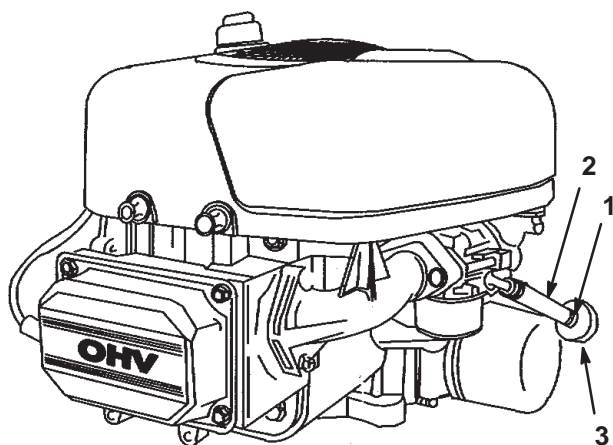

Figure 31
7. Desserrez le collier de serrage au niveau du filtre à carburant et repoussez-le le long de la conduite d'alimentation pour l'éloigner du filtre (Fig. 31).
8. Débranchez la conduite d'alimentation du filtre à carburant (Fig. 31).
11. Rapprochez le collier de serrage du filtre pour fixer la conduite d'alimentation (Fig. 31).
Remplacez le filtre à carburant toutes les 100 heures de fonctionnement ou une fois par an, le premier des deux prévalant. Le meilleur moment pour remplacer le filtre à carburant (Fig. 31) est lorsque le réservoir à carburant est vide. Ne réinstallez jamais un filtre à carburant encrassé après l'avoir déposé de la conduite d'alimentation.
7. Pincez les extrémités des colliers et éloignez-les du filtre (Fig. 31).